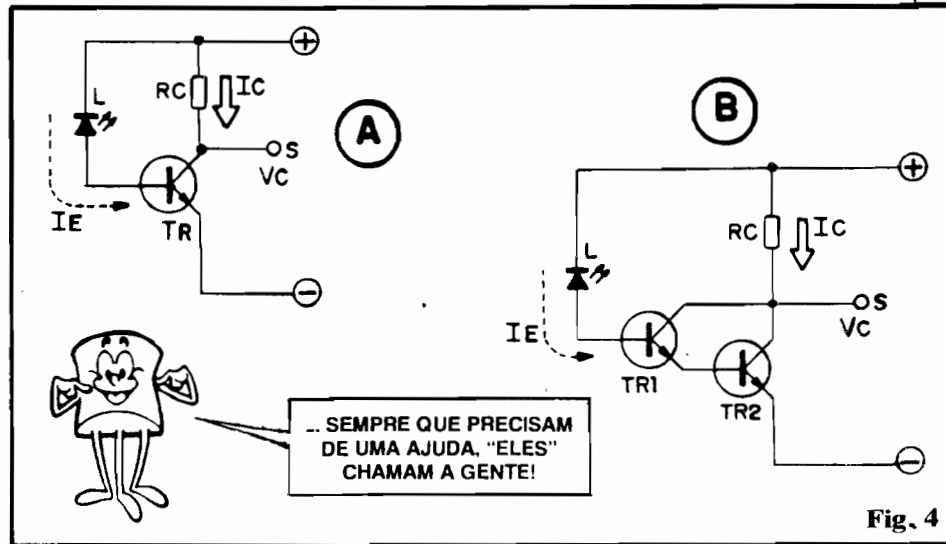

Fig. 4
- FIG. 4-A - Se arranjarmos um mini-circuito conforme o diagrama, a "correntinhazinha" reversa no LED/sensor (que podemos agora chamar de Corrente de Entrada, ou IE...) excitará diretamente a **base** de um transístor (TR) bipolar, comum! Nessa configuração, a Corrente de **coletor** (IC), desenvolvida sobre o resistor de "carga" (RC) será proporcional (e amplificada...) a IE! Da mesma forma, a Tensão medida no **coletor** de TR (VC), será também proporcional (universalmente) à Corrente IE! Assim, tanto "aproveitando" a Tensão (ou
- FIG. 4-B - Ainda assim, para muitas aplicações práticas, os níveis (variações) de Tensão ou Corrente obtidos na Saída "S" podem ser demasiadamente modestos... Não é caso para desespero! Basta meter **outro** transístor, "reforçando" o trabalho amplificador do primeiro! Com TR1 e TR2, em configuração **Darlington** (já vimos isso, em "Aula" anterior...), conseguimos uma "super-amplificação", com o que a variação da Corrente de Saída (IC) e da Tensão de Saída (VC) - sempre proporcionais à Corrente de Entrada (IE) - que, como sabemos, é proporcional à intensi-
dade da LUZ que atinge o LED... - serão ainda mais **intensas** do que as obtidas com a simples amplificação mostrada na fig. 4-A!
“sos” ou pouco críticos, os arranjos mostrados e exemplificados nas figs. 4-A, 4-B e 5-A, “quebrarão grandes galhos”, funcionando, por vezes, tão bem quanto um foto-transistor mesmo! Na Seção PRÁTICA de ABC nº 6, o “VAGALUME AUTOMÁTICO” usa **exatamente** esse “truque”, ora detalhado! Revejam a citada “Aula”...